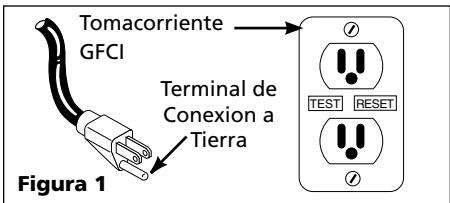

Figura 1
11. Esta bomba sólo se debe usar en circuitos de 120 voltios (monofásico) y el enchufe del cordón tiene tres terminales tal como se muestra en la figura 1.
- Para reducir el peligro de electrocución** el motor debe estar conectado a tierra adecuadamente. Esto lo puede hacer de las siguientes formas conecte el enchufe a un tomacorriente con tres orificios tal como se muestra en la figura 1.
13. Se exige que esta unidad se enchufe a un interruptor de un circuito con descarga a tierra (GFCI). Consulte a un electricista al respecto (Vea la Figura 1).